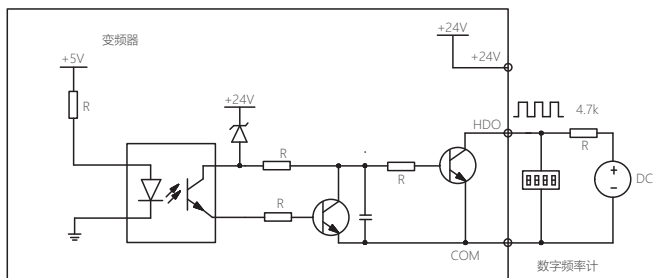

图5-10 输出端子HDO连接方式2
b) HDO用作数字脉冲频率输出，也可使用外部电源，接线方式如图5-10所示。